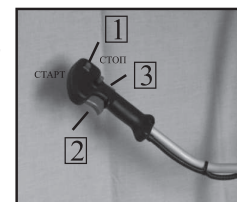

рис.8
8.2.2 Снимите крышку воздушного фильтра 1 (рис.8), аккуратно потянув её на себя. Извлеките поролоновый воздушный фильтр 2 (рис.14).
а) Переведите выключатель зажигания 1 (рис.8) в положение “СТАРТ”;
7.2.1 Отпустите рычаг управления дроссельной заслонкой 3 (рис.8).
7.2.2 Переведите выключатель зажигания 1 (рис.8) в положение “СТОП”